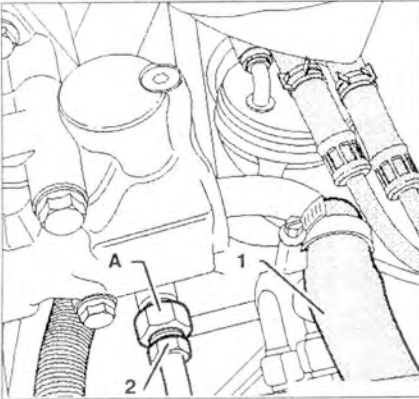

Рис. 7.24. Перекройте заборный трубопровод 1 на насосе хомутом 3094 и отсоедините его.
8. Перекройте заборный трубопровод 1 на насосе хомутом 3094 и отсоедините его (рис. 7.24).